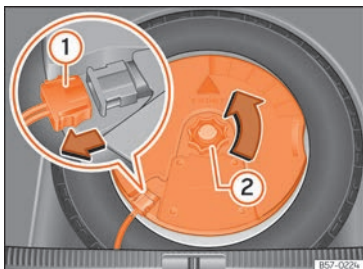

Fig. 191 En el maletero: desmontar el subwoofer.
- Desconecte el cable del altavoz subwoofer >>> fig. 191 ①.
- Gire la ruedecilla de fijación en sentido contrario a las agujas del reloj >>> fig. 191 ②.